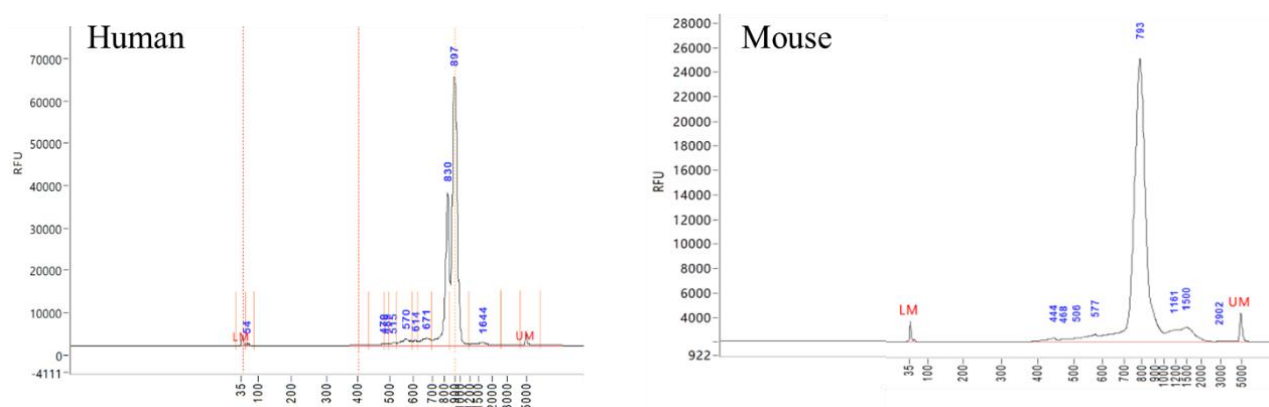

图 9 全长 BCR 第三轮富集产物质检图
- 3) 质检结果请参照图 9, 显示一条特异条带, 在人源特异条带在 900 bp 左右, 鼠源特异条带在 800bp 左右。